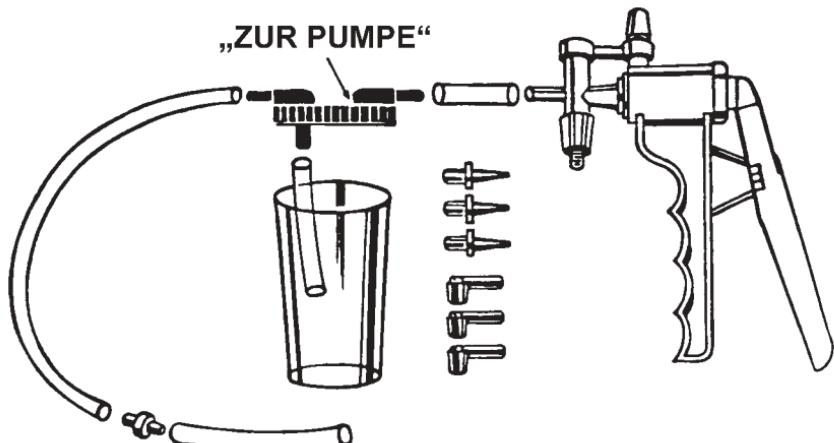

ABBILDUNG 15: Nr. 6820 Bremsenentlüftungssatz
- 3) An dem Anschluss mit der Markierung „ZUR PUMPE“ einen 1-1/2 Zoll Schlauch zwischen die Pumpe und den Reservoirdeckel schieben (ABBILDUNG 15)